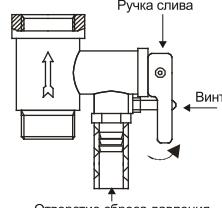

Рис. 14
6. Чтобы правильно слить воду из внутреннего бака, надо воспользоваться сливным отверстием (только для серии FE1/FE6) (для этого открутите заглушку, закрывающую сливное отверстие), также воду можно слить через комбинированный предохранительный клапан (рис.14) (для этого открутите винт ручки слива комбинированного предохранительного клапана и переведите ручку слива в верхнее положение, при этом кран выхода горячей воды должен быть открыт, а кран подачи холодной воды в водонагреватель должен быть перекрыт).